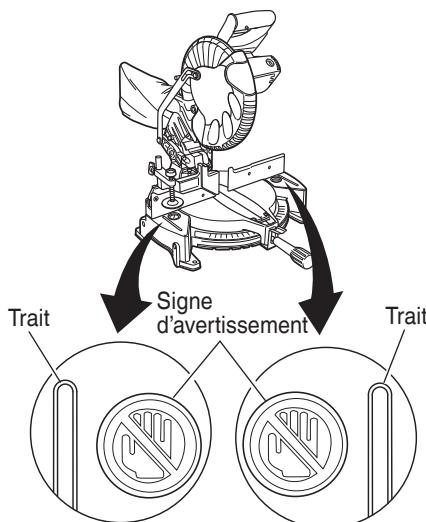

Fig. 19
- \* Ne jamais amener les membres à l'intérieur de la ligne à côté du signe d'avertissement pendant que l'outil fonctionne. Cela pourrait être dangereux (voir Fig. 19).